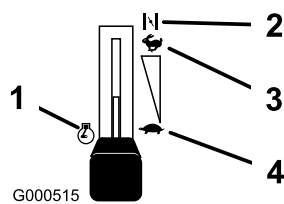

Figure 8
3. Placez la manette d'accélérateur en position Starter pour démarrer à froid (Figure 8).
5. Lorsque le moteur a démarré, amenez progressivement la manette d'accélérateur en position de Haut régime (Figure 8). Si le moteur cale ou hésite, ramenez la manette d'accélérateur en position de Starter pendant quelques secondes. Réglez ensuite la manette d'accélérateur à la position voulue. Répétez l'opération si nécessaire.
1. Placez la manette d'accélérateur en position Haut régime (Figure 8).